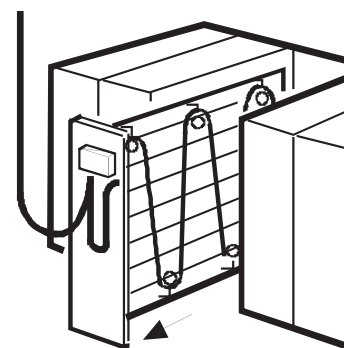

Рис. 1
- Капилляр должен перекрывать все сечение воздуховода после калорифера (рис. 1).